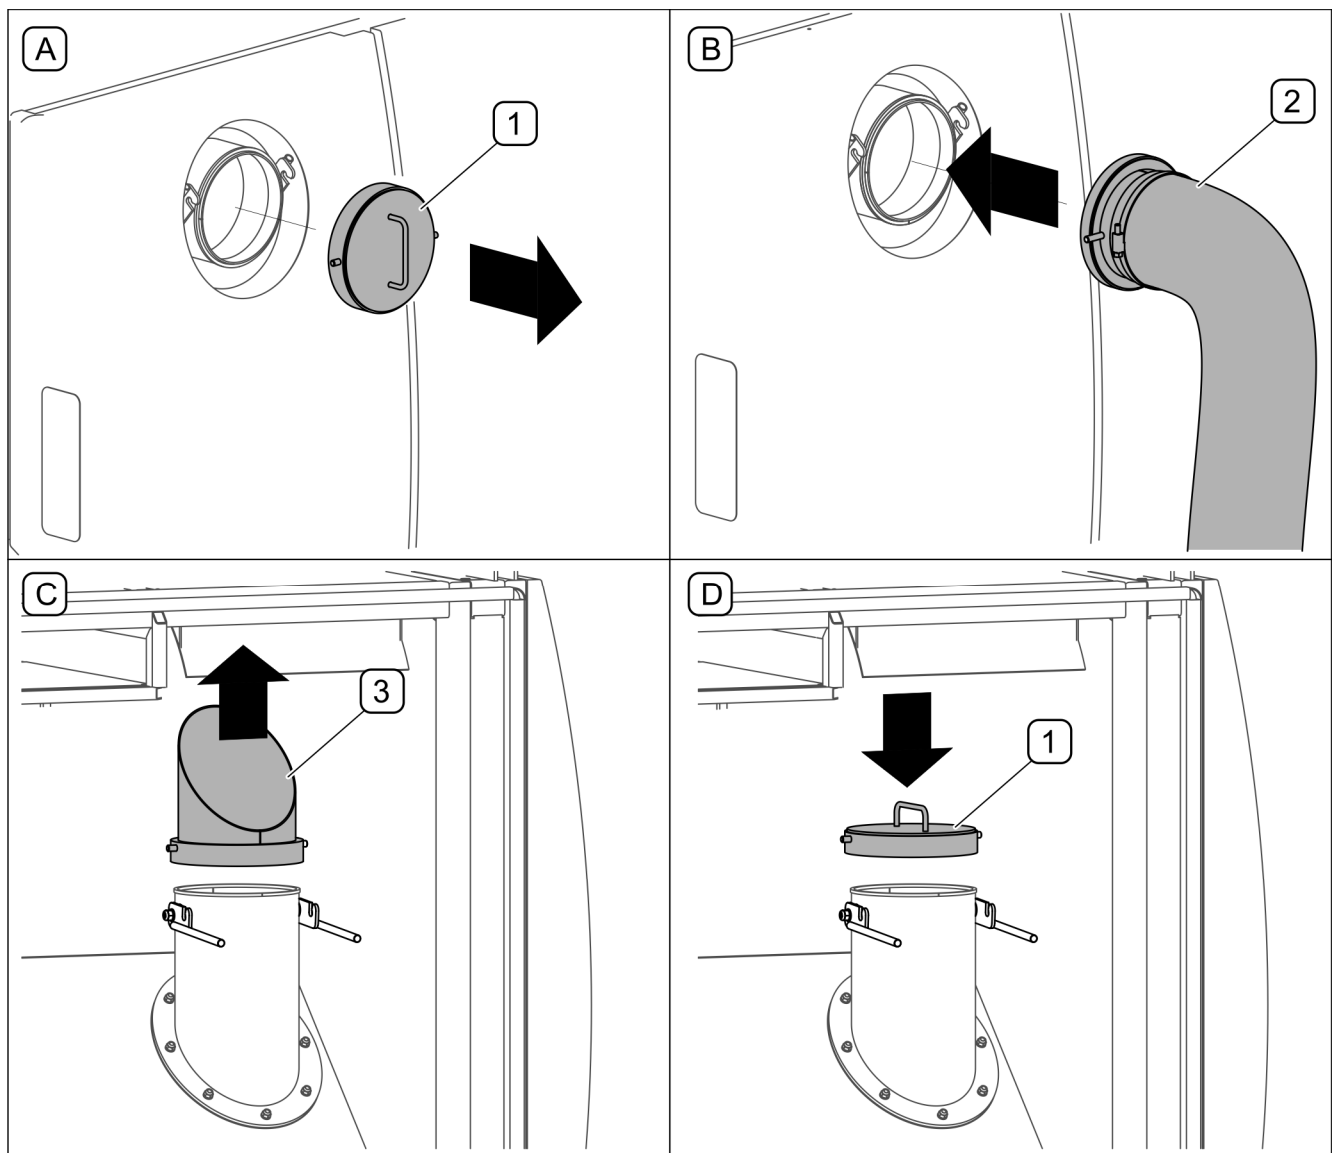

РИСУНОК 4.18Монтаж насадки для збору листя
На замовлення підмітально-прибиральна машина ZMC2.0 може оснащуватися боковою насадкою для збору листя. Насадка підключається до отвору в бічній стінці бака після знімання кришки-заглушки (1). Щоб збільшити силу всмоктування під час роботи з насадкою для збору листя, необхідно закрити всмоктувальну систему, встановивши кришку-заглушку (1) замість патрубку (3) всередині бака для сміття (РИСУНОК 4.18)